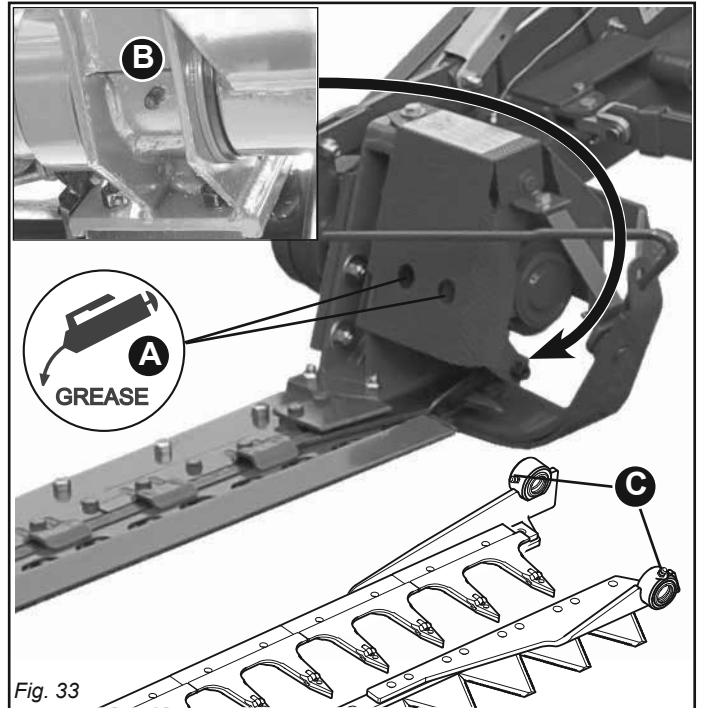

Fig. 33
- Engrasar en los puntos (A-C, Fig. 33).
- Engrasar en lo punto (B, Fig. 33).
Los pernos de expansión se deben volver a montar como se indica en la Figura 44 (A), apretando el tornillo y la tuerca cónica con un par de apriete no superior a los 30 Nm. Cada vez que se desmonten y se vuelvan a montar los pernos de expansión, es necesario engrasar el cabezal de la cuchilla en cuestión (C, Fig. 33).